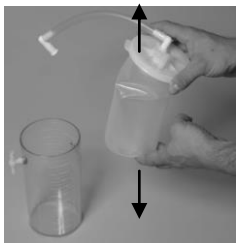
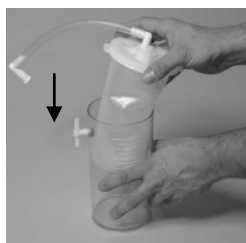

Fig. 2
Fig. 3
2. Remove from packaging; twist and fully extend liner (Fig. 2). Insert the liner into the reusable canister! Press down firmly on the lid to ensure proper seal (Fig. 3).
2. Den Innenbehälter aus der Verpackung nehmen, dann verdrehen und ganz ausdehnen (Abb. 2). Den Innenbehälter in den wiederverwendbaren Außenbehälter einsetzen! Den Deckel fest nach unten drücken, um eine gute Abdichtung zu gewährleisten (Abb. 3).
2. De binnenhouder uit de verpakking nemen, dan verdraaien en volledig uitrekken (afbeelding 2). De binnenhouder in de herbruikbare buitenhouder plaatsen! Het deksel stevig naar onderen drukken om een goede afdichting te verzekeren (afbeelding 3).